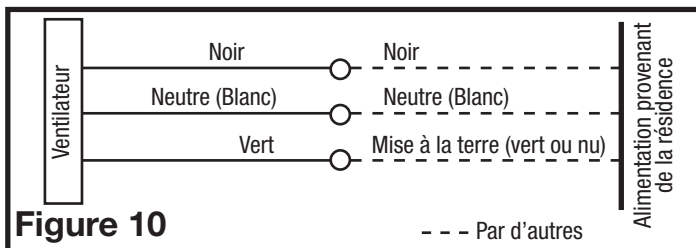

Figure 10
- De là où vous avez accès à l'intérieur de la boîte de jonction du ventilateur, connecter le fil Blanc provenant de la résidence au fil Blanc du réceptacle du ventilateur. Connecter le fil Noir de l'interrupteur mural au fil Noir du réceptacle du ventilateur. Connecter le fil de mise à la terre provenant de la résidence au fil Vert du réceptacle du ventilateur (Figure 10). Utiliser des méthodes approuvées pour toutes les connexions.